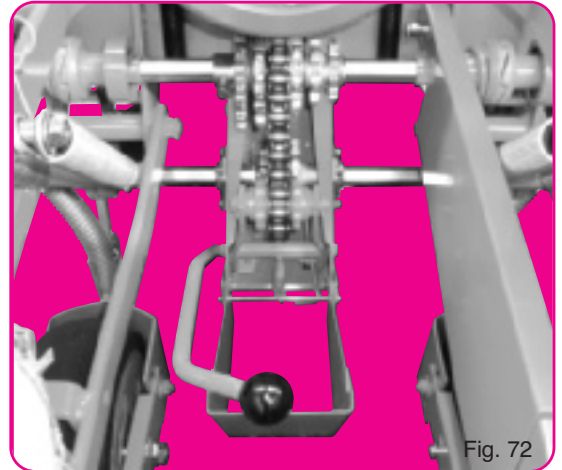

Fig. 72
- Montage pour semoir de 35-40 cm d'inter-rangs (fig.72) en supprimant les 2 paliers ④.
- Assembly for planters with 35-40 cm (14-15") inter-row spacing (fig. 72) : remove the 2 bearings. ④
- Montaje para sembradora de 35-40 cm de distancia entre hileras (fig. 72) quitando los 2 cojinetes ④.